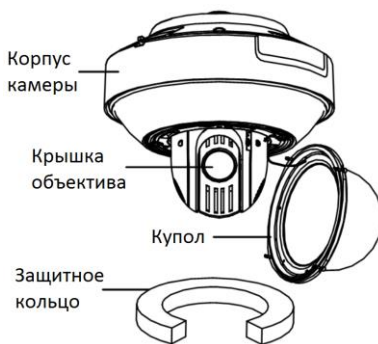

Рисунок 2-14 Демонтаж купола
1. Ослабьте два винта с обеих сторон камеры. Потяните купол, чтобы снять его (рисунок 2-14).